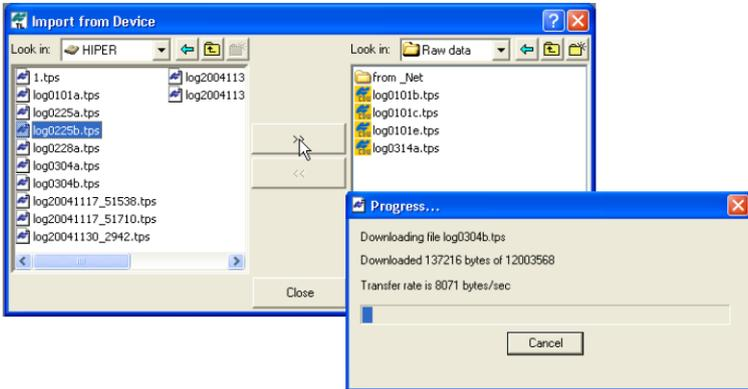

Figura 5-8. Selezione del file di dati grezzi da importare e visualizzazione dello stato di avanzamento dell'importazione
- Nel riquadro a destra della finestra *Import From Device*, sfogliare e selezionare, oppure creare una cartella in cui salvare i file (Figura 5-8).
- Per visualizzare il file raw, fare doppio clic (oppure fare clic sul menu di pop-up *Select*) sul ricevitore desiderato. Per importare i file dal ricevitore al computer e per salvarli nella cartella selezionata, evidenziare i file desiderati e fare clic sulle doppie frecce (Figura 5-8).
- Viene visualizzata l'importazione in corso (Figura 5-8).